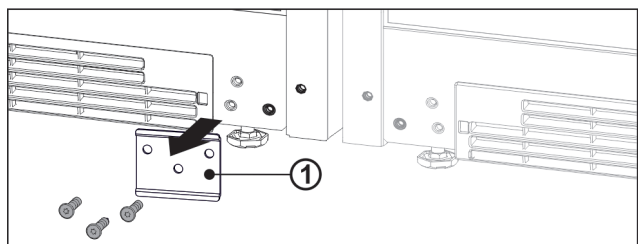

Fig. 13
- ▶ Wenn das Blech Fig. 13 (1) verbaut ist, Blech abschrauben.